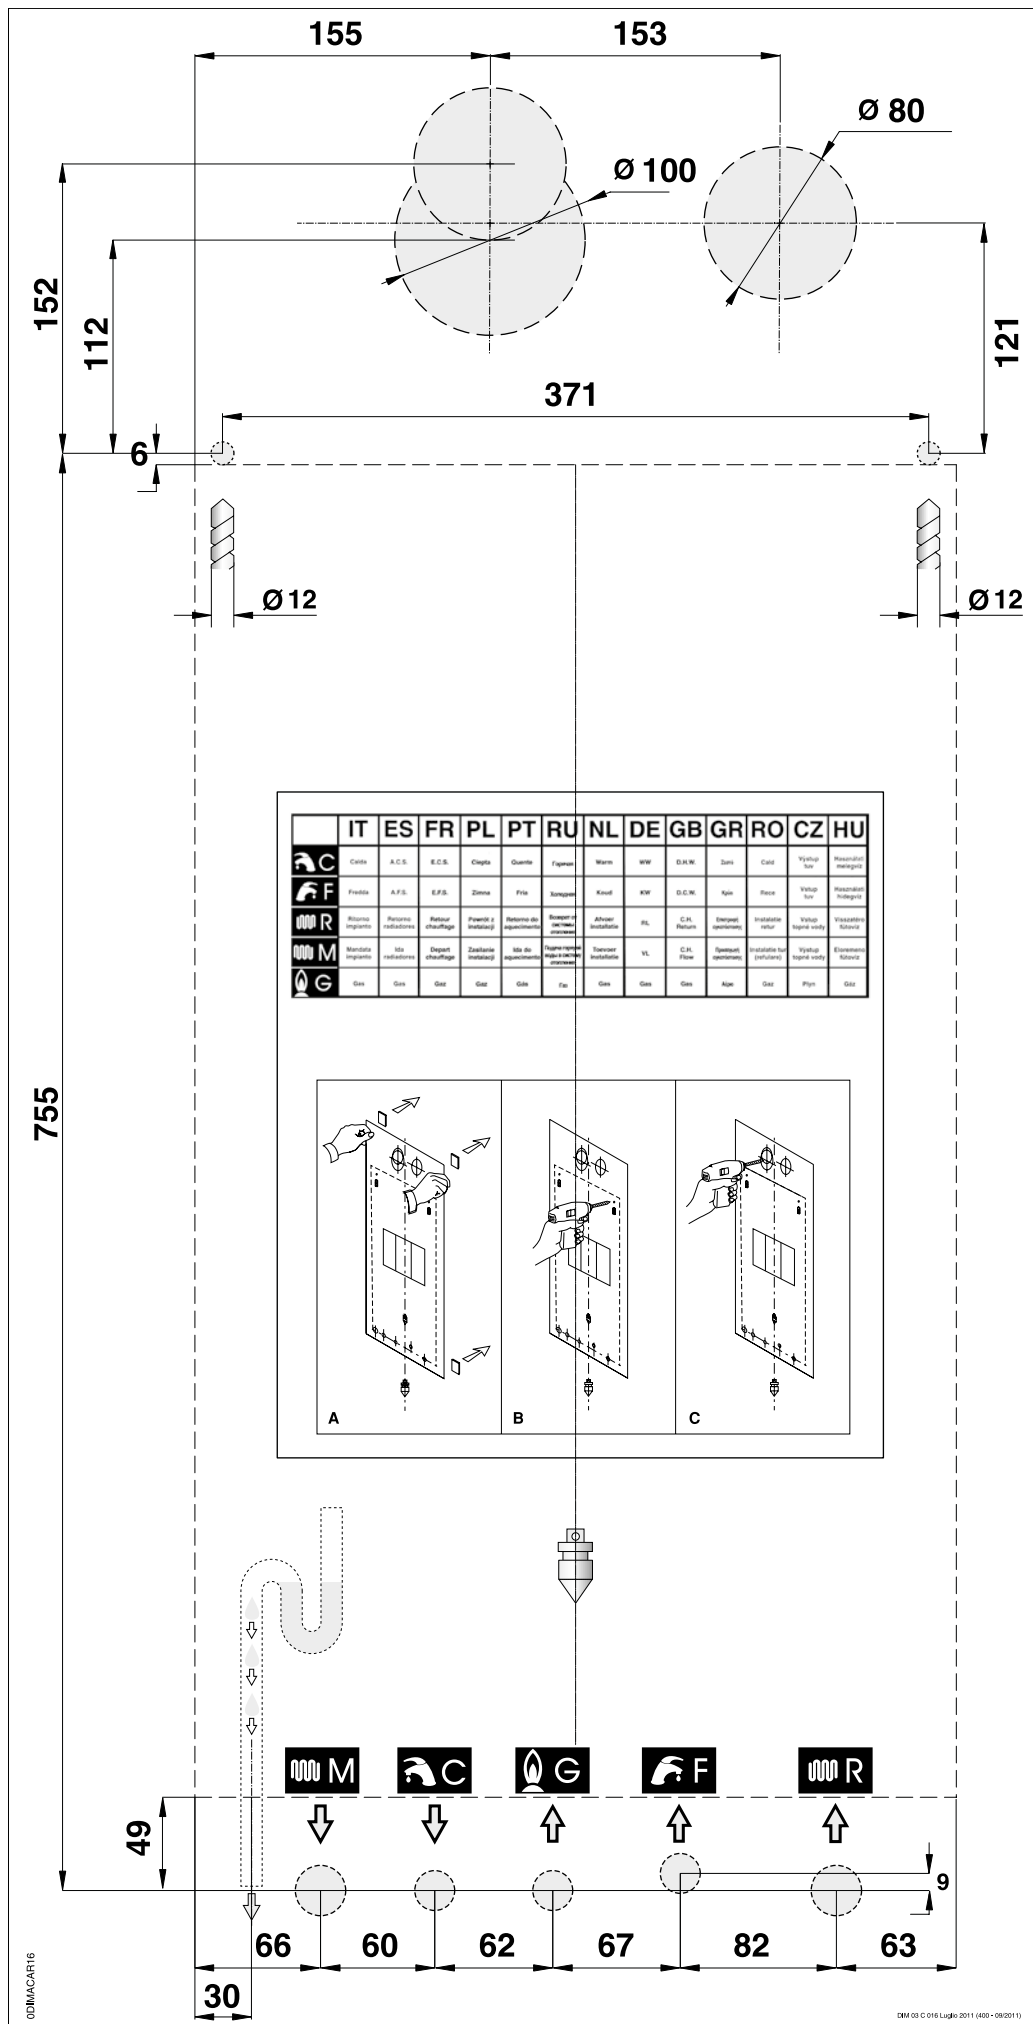

fig. 6
- b) șablonul de fixare a centralei termice în perete (fig. 6);
Fiecare echipament este echipat cu un șablon de hârtie inclus în ambalaj (fig. 6).
- fixați șablonul în perete (fig. 6);